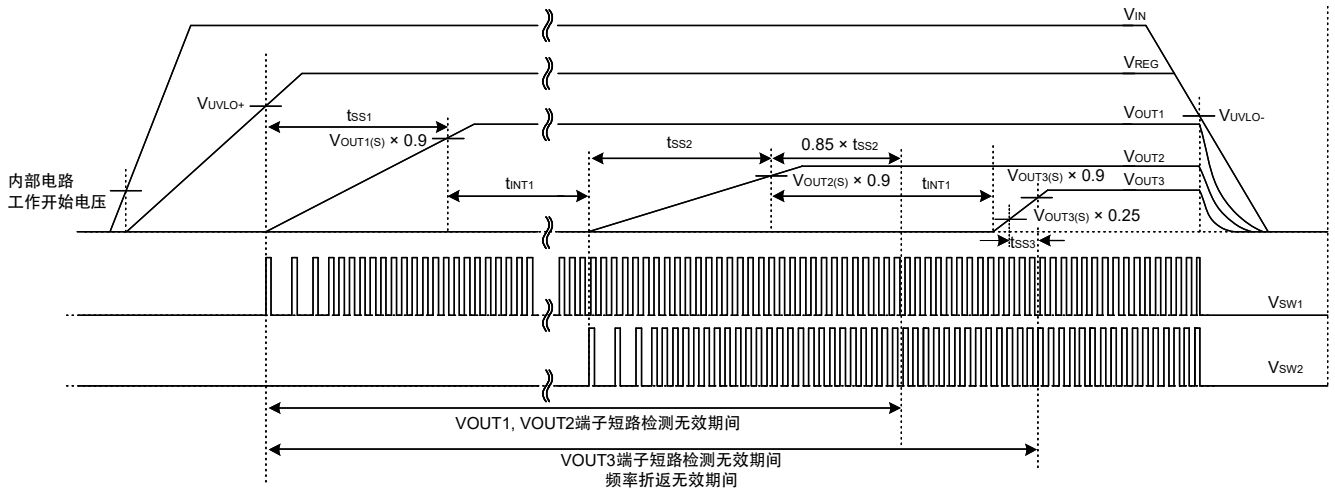
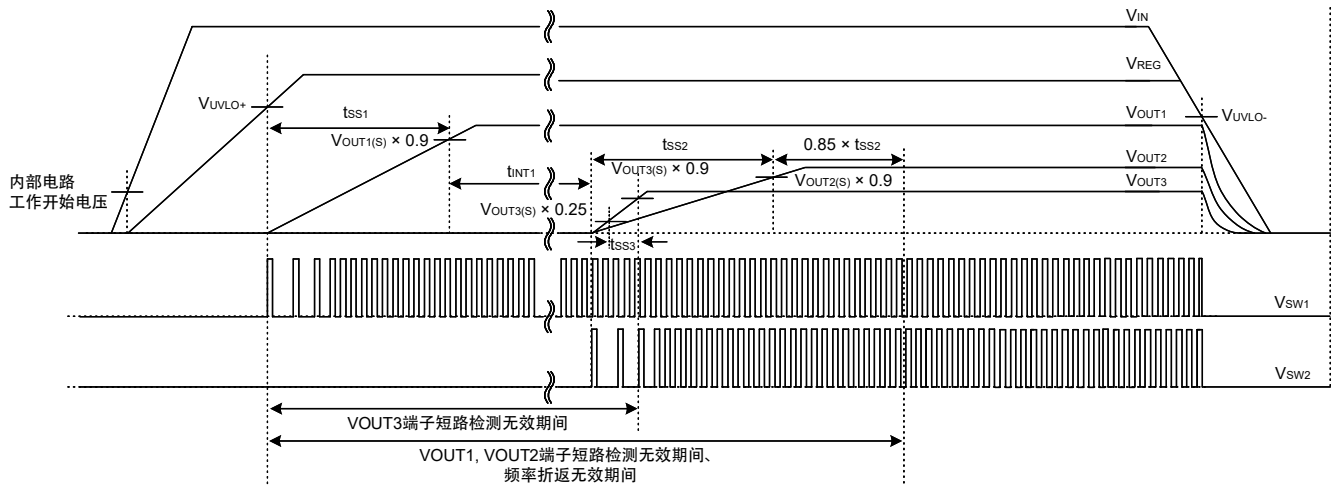
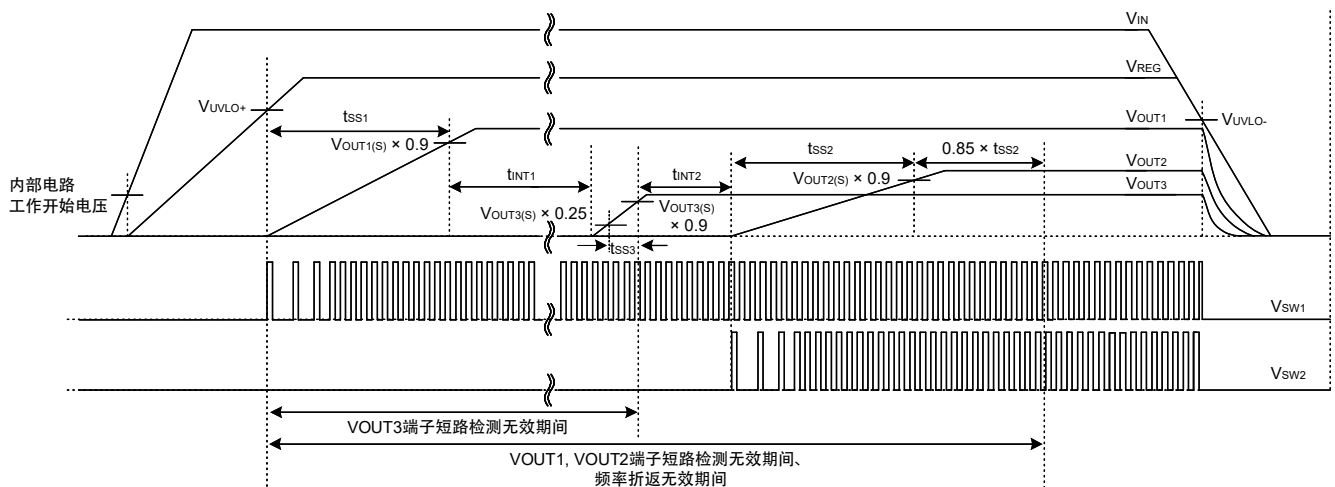

图3 时序图 SEQ1
图4 时序图 SEQ2
图5 时序图 SEQ3
*2. 请参阅表8和图3、图4、图5。
*5. V_{OUT3} 上升时, 从 V_{OUT3} 设定值的25%开始上升到达到90%为止的时间。请参阅图3、图4、图5。
作为输出电压异常降低时的保护功能, 各个出端子具备频率折返功能 (VOUT1端子、VOUT2端子)、短路保护功能 (VOUT1端子、VOUT2端子、VOUT3端子), 但在正常启动序列中, 这两个功能均处于无效状态。有关详情请参阅图3、图4、图5。
在启动序列中，从前一个Ch的软启动结束到下一个Ch开始软启动为止的时间称为间隔时间。在图3、图4、图5的时序图中展示间隔时间。
本IC的频率折返功能在通常启动序列中设定为无效。请参阅图3、图4、图5。